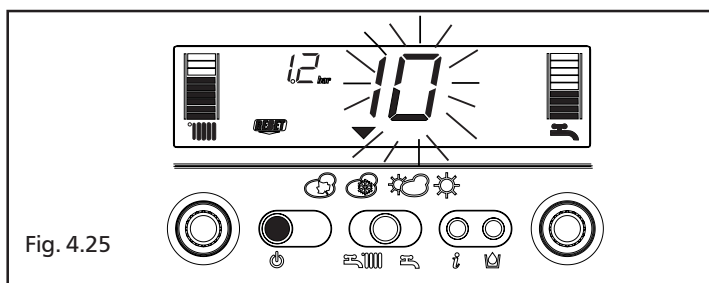

Fig. 4.25
2) Visualizzazione della sola icona  (fig. 4.25)